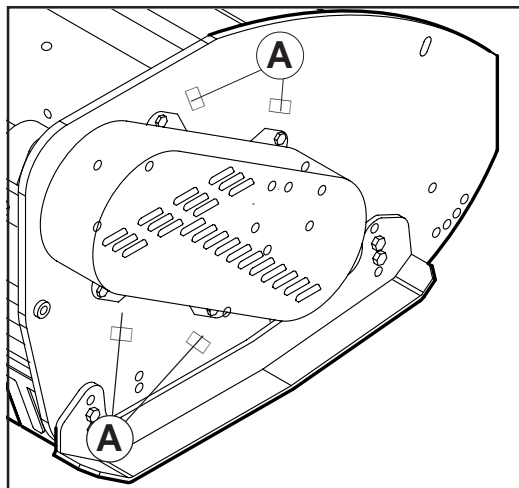

Fig. 16
- Die Schrauben entfernen, die das Schutzgehäuse (A, Abb. 16) befestigen, das Gehäuse öffnen, indem man es nach außen zieht.
- *Oter les vis de fixation du carter de protection (A fig. 16), ouvrir le carter en le tirant vers l'extérieur;*
- Quitar los tornillos que fijan el carter de protección (A Fig. 16); abrir el carter, tirando de él hacia el exterior.
- Rimontare il carter, fissandolo con le relative viti tolte in precedenza (Fig. 16).
with the previously removed bolts (Fig. 16).
- Das Gehäuse wieder montieren und mit den zuvor entfernten Schrauben befestigen (Abb. 16).
- Remonter le carter, en le fixant au moyen des vis enlevées précédemment (fig. 16).
- Volver a montar el cárter, fijándolo con los correspondientes tornillos (Fig. 16).